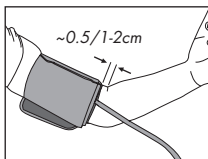

Fig. 5
4. El borde inferior del brazalete debe colocarse aproximadamente 0.5 cm por arriba del codo (Fig. 5).